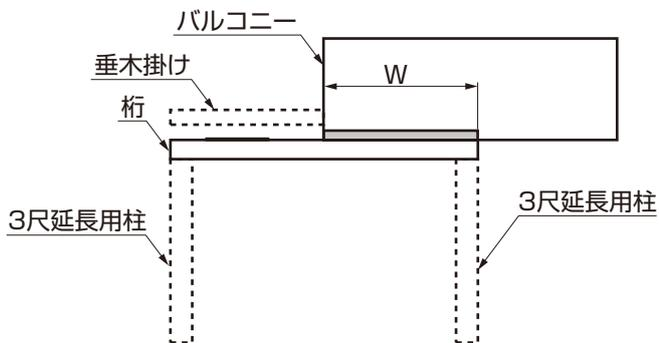

図8-10
- ①バルコニー前桁取付材AをW寸法に切断してください。(図8-10、表8-2、表8-3参照)